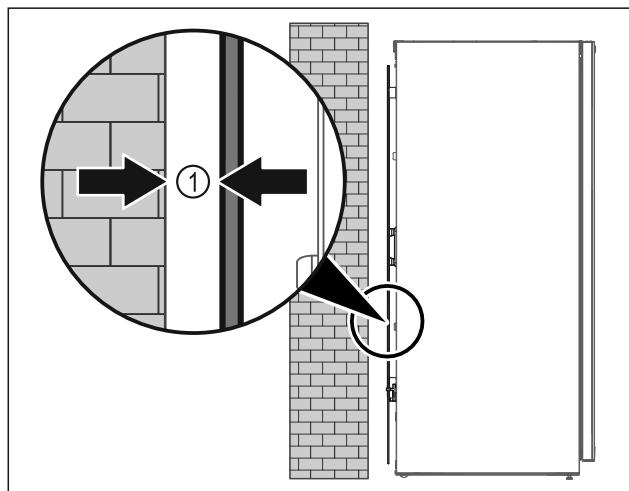

Fig. 4
- Instalați aparatul fie liber în încăpere sau direct la un perete cu o distanță minimă de 5 mm Fig. 4 (1).